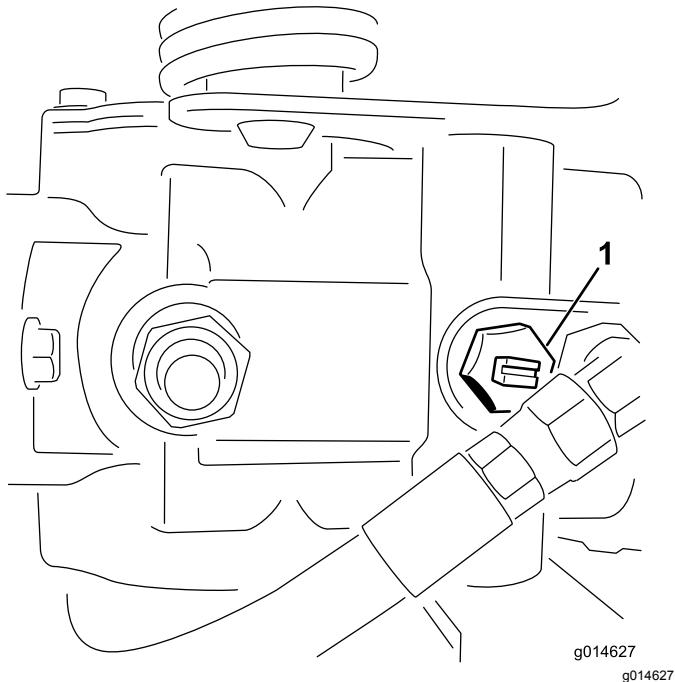

Bild 26
1. Ermitteln Sie das Sicherheitsventil an der Pumpe und drehen es so, dass der Schlitz vertikal ist (Bild 26).
2. Schließen Sie vor dem Starten des Motors das Sicherheitsventil. Drehen Sie den Schlitz des Ventils in die horizontale Stellung (Bild 26).